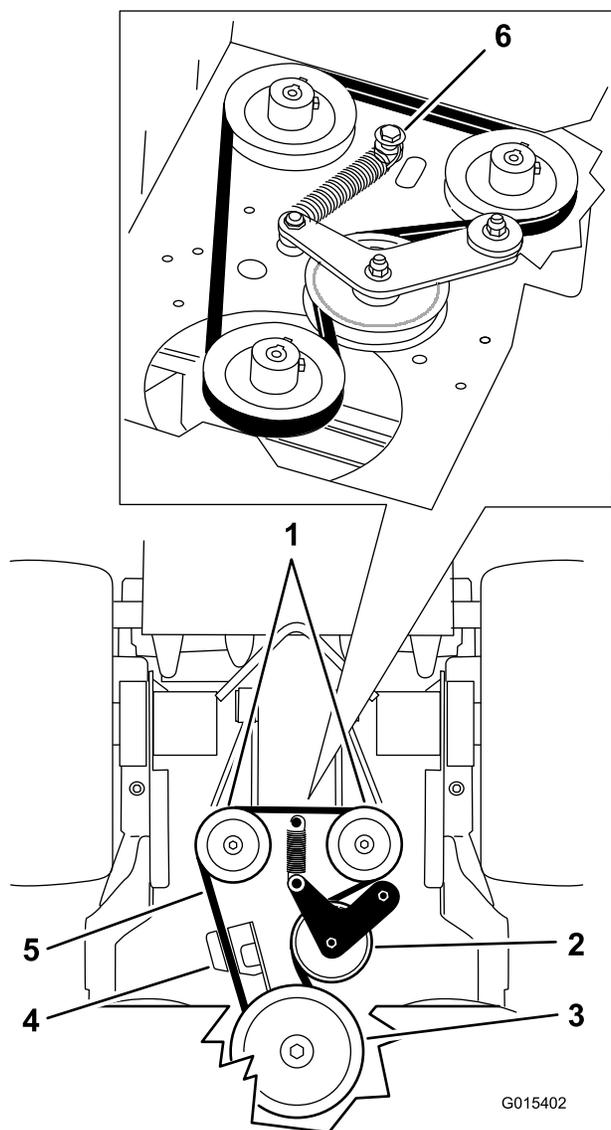

Figura 70
5. Retire el perno de cuello largo, la tuerca y la arandela (que están conectados al muelle) de la carcasa del motor (Figura 70).
6. Retire la correa de transmisión de la bomba (Figura 70).
8. Instale el muelle en el perno de cuello largo y la arandela, y conéctelo a la carcasa del motor con la tuerca (Figura 70).